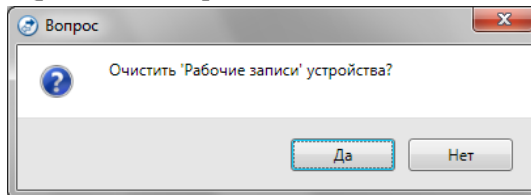

Рис. 53 Диалоговое окно
- ✓ В диалоговом окне *Вопрос* (рис. 53) выберите *Да*